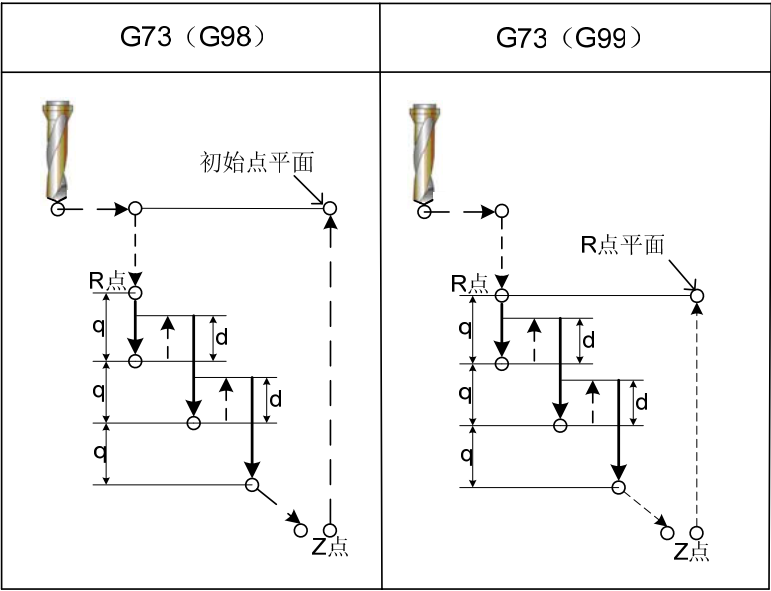

图 4-4-7-1
功 能：该循环专门为执行高速深孔钻设定，它执行间歇切削进给直到孔的底部，在进给的同时从孔中快速退刀，排出切屑。动作示意图见图 4-4-7-1。
- Q：** 指定代码参数Q时，将作如上图所示的间歇进给。这时，系统将以数据参数P270中设定的退刀量d（如图4-4-7-1.）进行回退，刀具每次进给间歇地执行距离为d的快速移动退回。